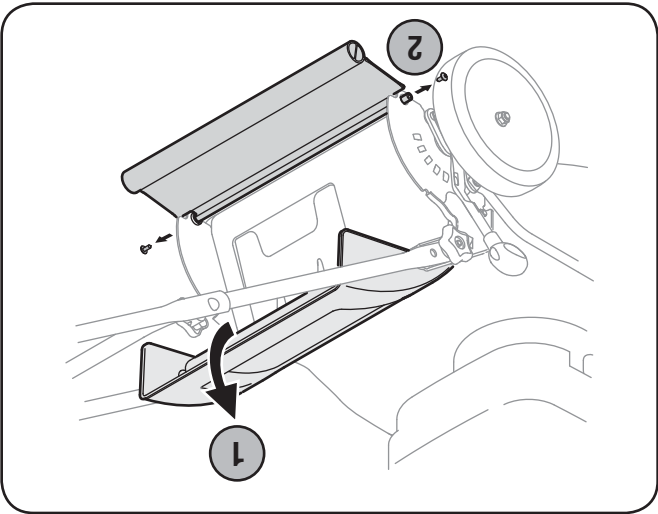

Figure 6-3
- Pour démonter le déflecteur arrière usagé, soulevez le clapet arrière et enlevez les vis qui maintiennent le déflecteur en place. Voir la Fig. 6-3.